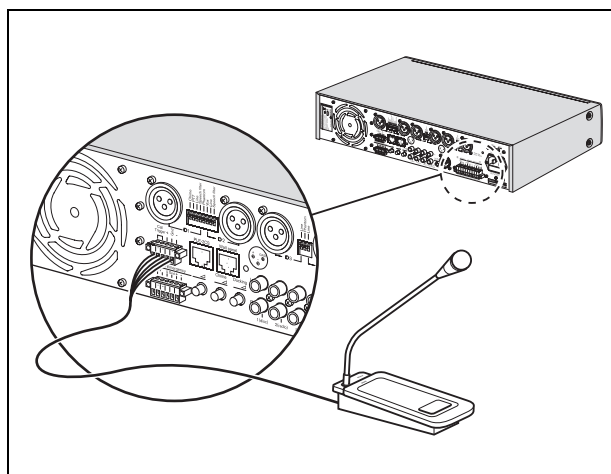

figura 4.4: euro conector con activación
- conector euro con activación. Véase figura 4.4.